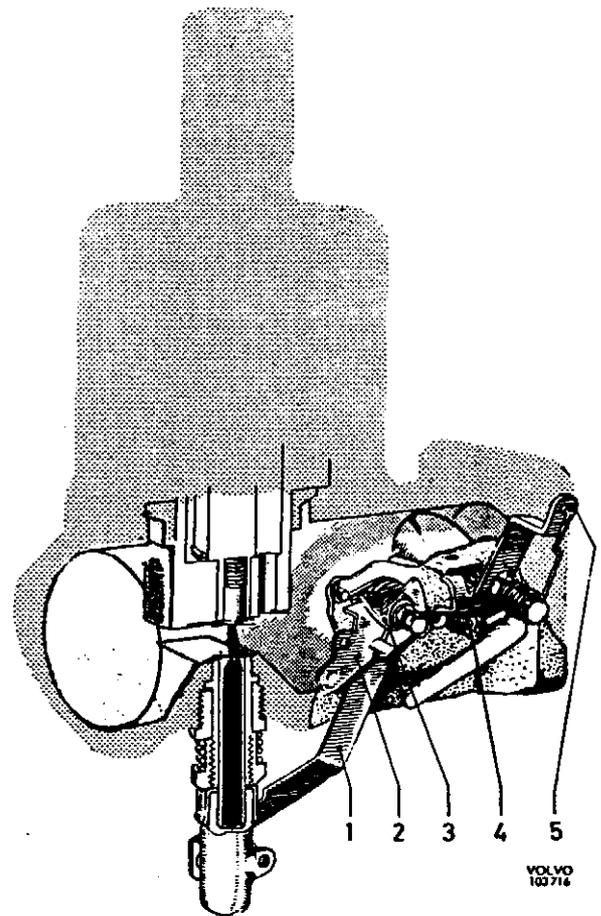

Abb. 85 Vergaser, Schnelleerlauf
den Kraftstoff beim Senken der Düse erhöht. Wenn der Zuggriff herausgezogen wird, wird das äußere Ende des Hebels (3) nach unten gepreßt und beeinflußt die Düse, so daß sich diese senkt. Außerdem wird die Schnelleerlaufschaube vom Nocken am Hebel (2, Abb. 85) beeinflußt und die Drosselklappen werden etwas geöffnet.
Wenn der Kaltstartgriff herausgezogen wird, wird auch die Drosselklappe betätigt. Der Hebel (2, Abb. 85) ist an einem Ende als Nocken geformt.